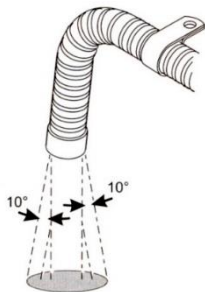

图 21
5.5.7 加热器工作时，排气管的温度很高，安装时一定要远离车体的塑料零部件等怕热的物体，并妥善固定。其排气口应垂直向下，角度为 $90^\circ \pm 10^\circ$ 。为确保这一角度，固定卡子与尾端距离不得大于 150mm。(图 21)